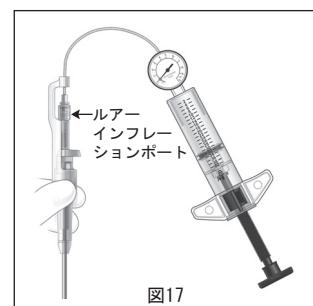

図17
11. インフレーションデバイスをバルーンカテーテルのルアーラインフレーションポートに取り付けます（図17）。